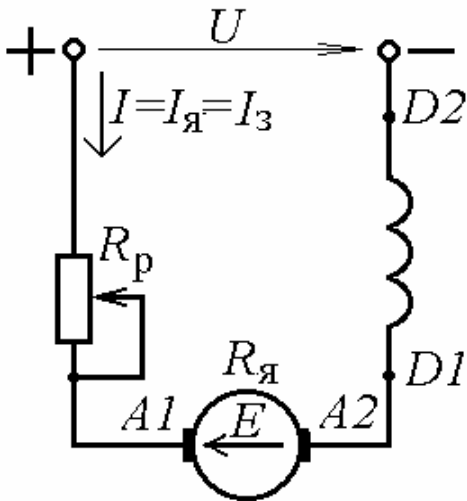

Рисунок 4
Для ДПС з послідовним збудженням електрична схема вмикання зображена на рис.4. Варіанти номінальних даних цих двигунів наведено в табл.3, де
3. Побудувати штучну механічну характеристику $n(M)$ при номінальній напрузі $U_{\text{ном}}$, якщо у коло якоря ввімкнутий регульовальний реостат з опором $R_p = 2,5R_{\text{я}}$ (рис.4).